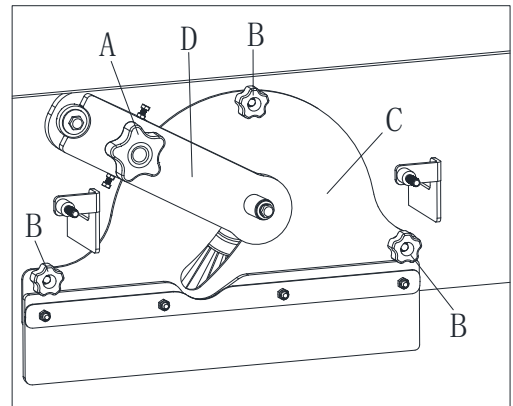

Figure 23
4. Dévissez le bouton (A, figure 23) et retirez le support du moyeu d'entraînement (D, figure 23).
5. Dévissez les boutons (B, figure 23) et retirez le couvercle du compartiment à brosse (C, figure 23).
12. Installez le support du moyeu d'entraînement (D, figure 23) en serrant le bouton (A, figure 23).